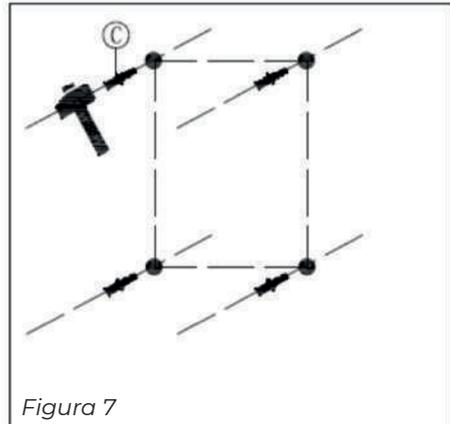

Figura 7
5. Coloque los tacos de pared y los anillos proporcionados (Figura 7, pos. C)
6. Coloque los tacos de pared y los anillos proporcionados (Figura 7, pos. C).